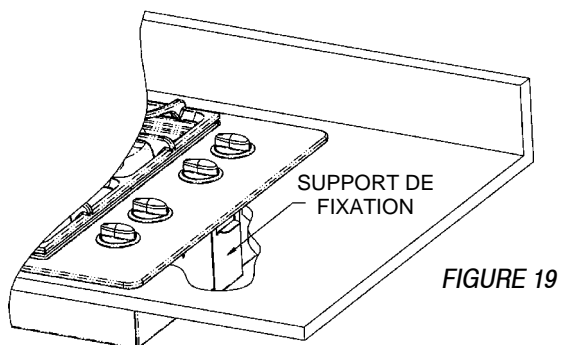

FIGURE 19
Serrer les vis de façon à maintenir fermement l'appareil contre le comptoir. Voir les figures 19 et 20. **Ne pas trop serrer.**
4. Enlever les supports de fixation. (Voir la figure 19.)